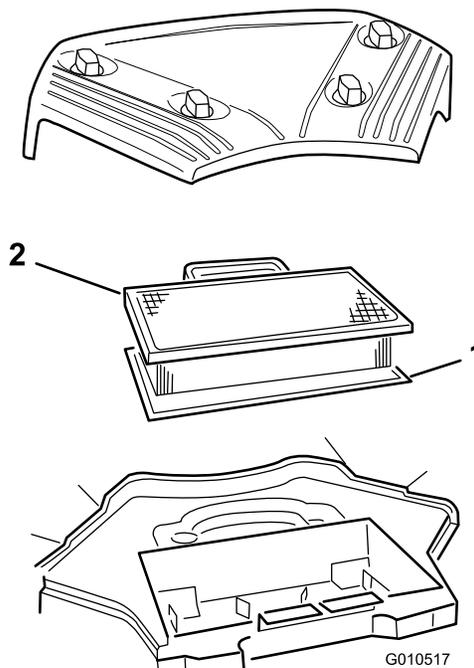

Figure 21
1. Bouton (4)
3. Sortez la cartouche en papier et l'élément en mousse (Figure 21).